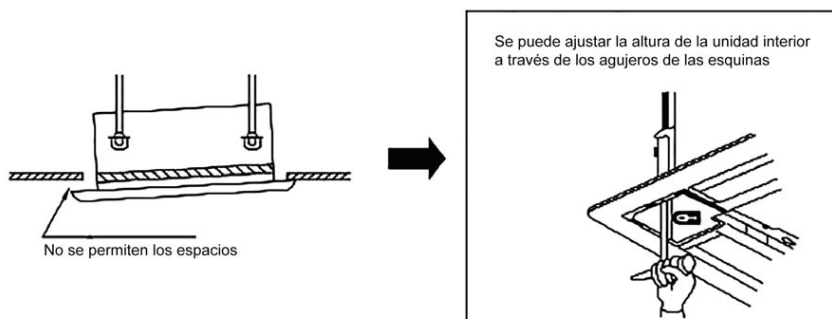

Fig. 2.15
- ②. Si hay un espacio entre el techo y el panel después de apretar los tornillos, vuelva a ajustar la altura de la unidad interior. (Como en la Fig. 2.15).